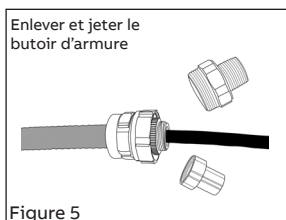

Figure 5
- Démonter le manchon du pré-assemblage du corps en desserrant l'écrou d'accouplement rouge et en dévissant la chambre d'obturation (Figure 5).